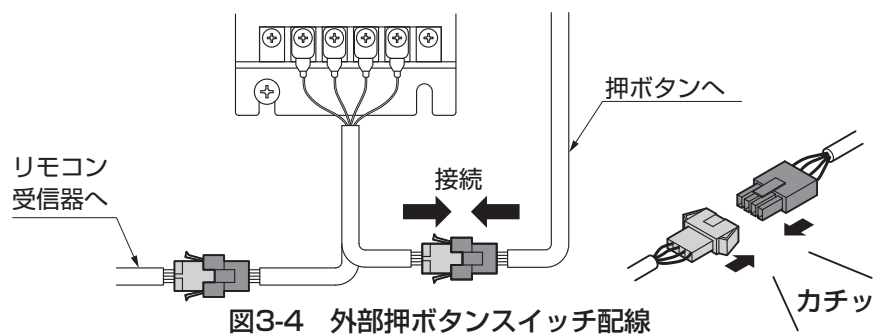

図3-4 外部押しボタンスイッチ配線
- ③リモコン受信器と押ボタンのコネクタを外して端子台のコネクタにそれぞれ接続してください。(図3-4参照)
- ④外部押しボタンスイッチ用ケーブルを端子台に取付けてください。
- コネクタはカチッと音がするまで差込んでください。(図3-4参照)